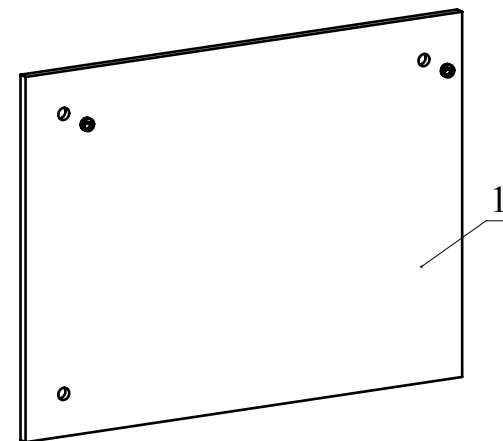

Рис.2
2. С помощью карандаша и рулетки разметьте стену (Рис. 2).